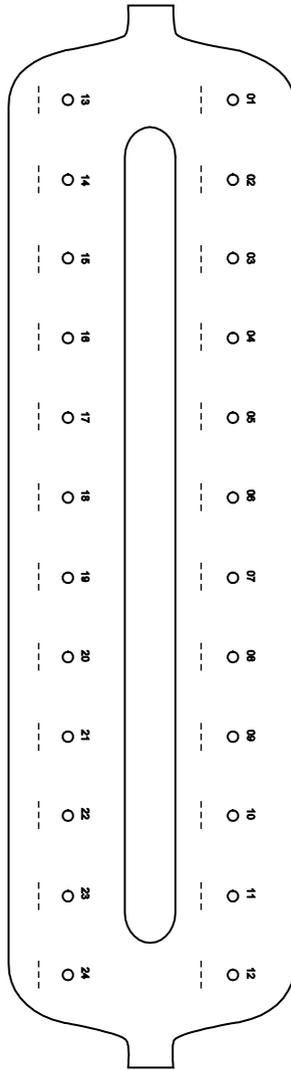

图 2. 用于 QIAvac 24 Plus 真空系统的裂解管 (LT)、洗脱管 (ET) 和 QIAamp MinElute 柱的标记方案。
我们建议标记裂解管 (LT)、洗脱管 (ET)，和 QIAamp MinElute 柱，以便根据图 2 中的方案使用 QIAvac 24 Plus 真空系统，以避免样本混合。您可复印该图，并在上面标记样本名称。